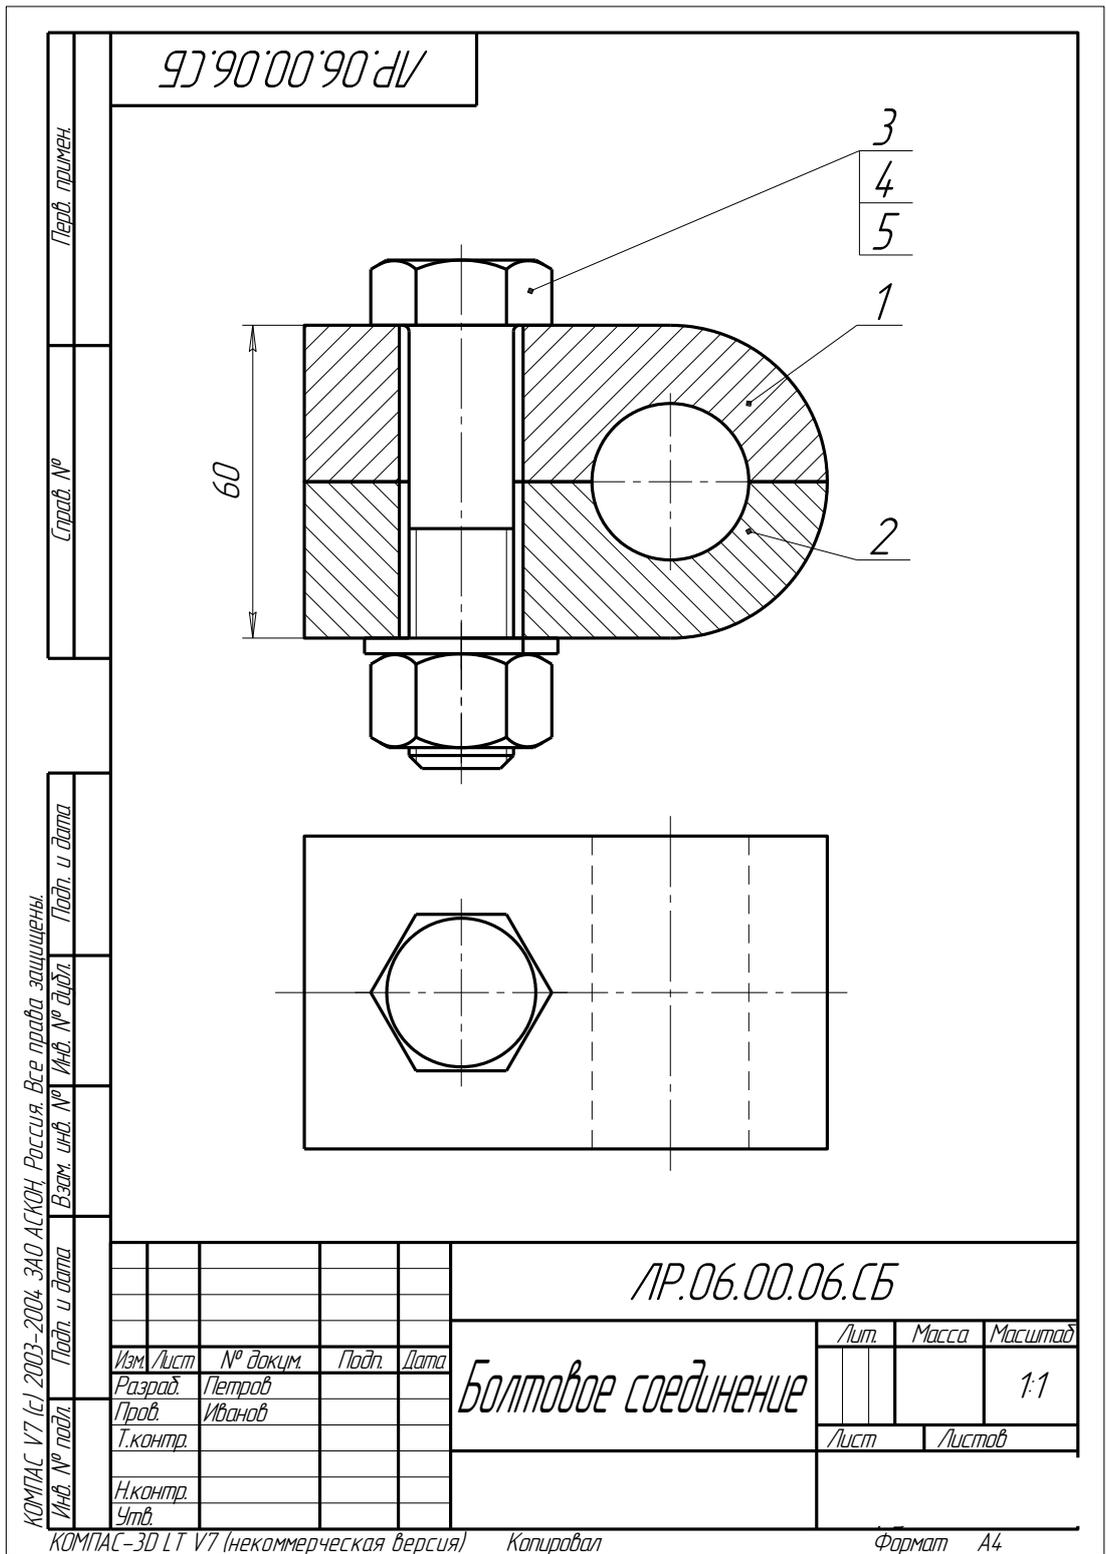

Рис.128 Чертеж болтового соединения
- на формате А4 построить чертеж болтового соединения, индивидуальные задания приведены на стр.136-141. Образец работы изображен на рис.128.
На сборочных чертежах наносят небольшое количество основных размеров (габаритные, установочные, монтажные и т.д.), так как по этим чертежам не изготавливают детали. На чертеже болтового соединения следует нанести только габаритные размеры соединяемых деталей (пакета), остальные размеры деталей наносить не нужно, они используются только для построения изображения соединяемых болтовым комплектом деталей. Образец чертежа болтового соединения приведен на рис.128.